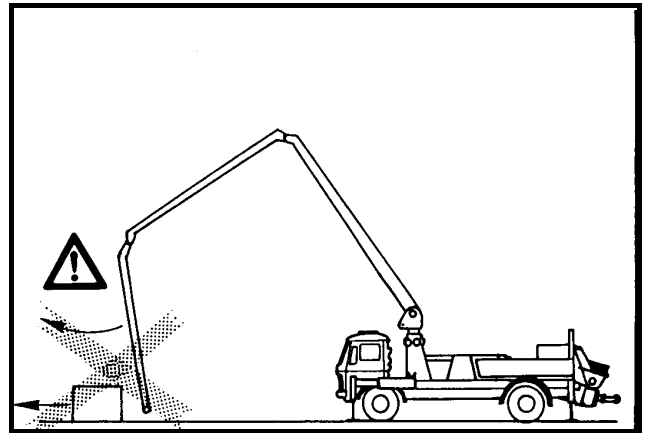

Fig. 2
- A título de ejemplo, "avanzar" con la pluma de distribución para remover un obstáculo (Fig. 2),